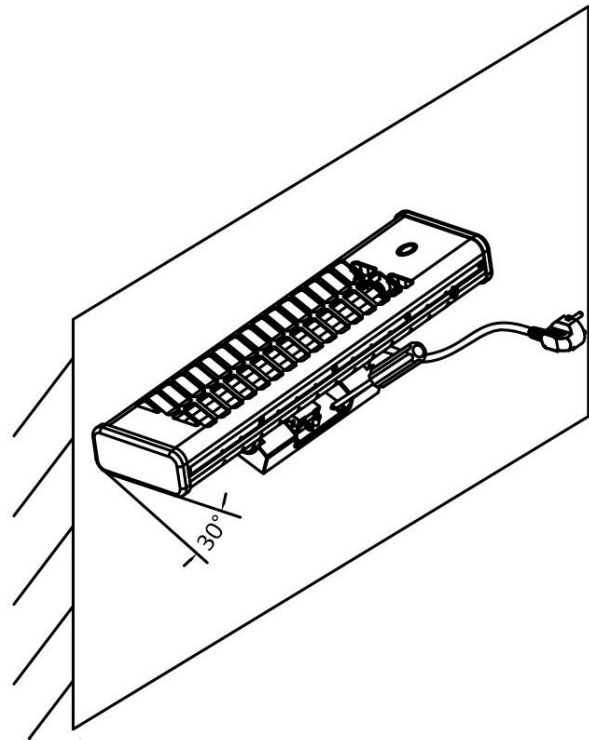

Fig.6
7. Draai de kachel op de muur helemaal omhoog en maak vervolgens de onderkant van de muurhouder vast met nog twee schroeven. (Zie Fig. 6) De kachel is nu stevig aan de muur vastgemaakt.